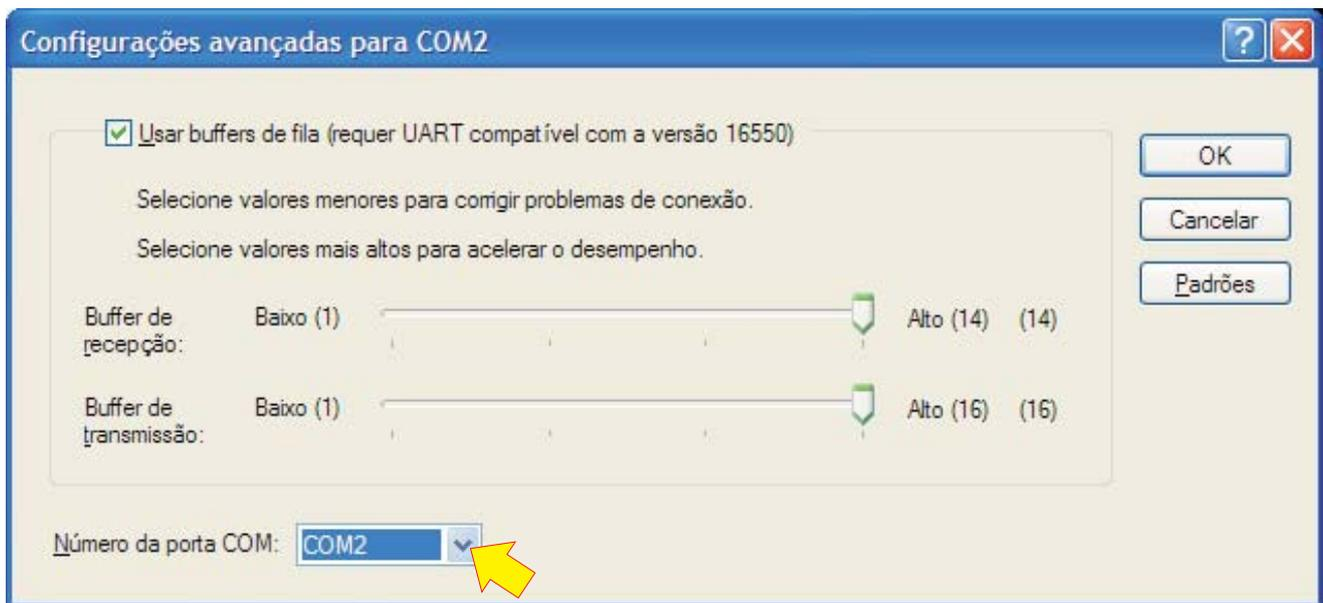

figura 5
e) Na janela das configurações avançadas conforme a figura 5 abaixo, utilize a guia 'Número da porta COM:' para selecionar um número que não esteja em uso.